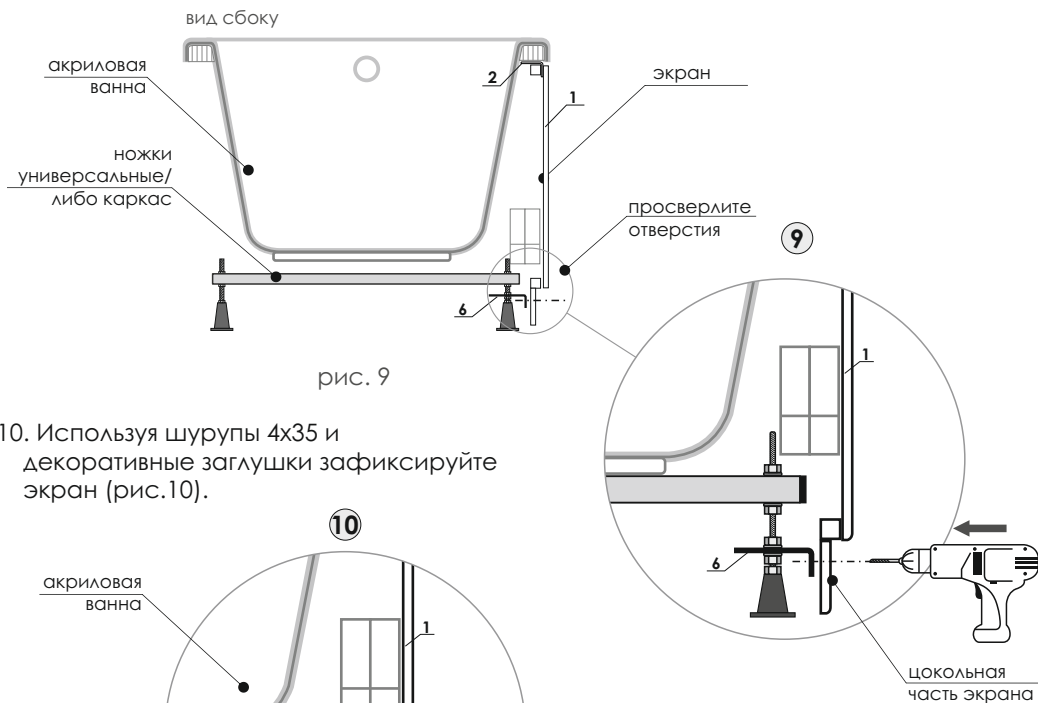

рис. 9
9. Просверлите отверстия диаметром 2,5 мм в местах разметки фиксации (рис.9).